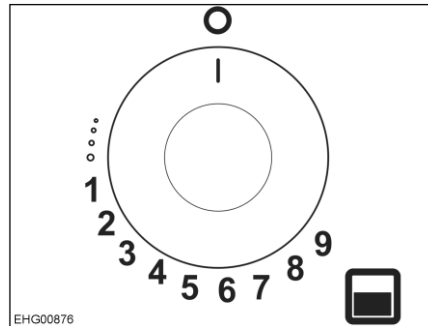

Bild 130 Drehregler für Gasbackofen
- Drehregler (Bild 130) drücken und entgegen dem Uhrzeigersinn auf höchste Stufe (Gasstufe 9) drehen.